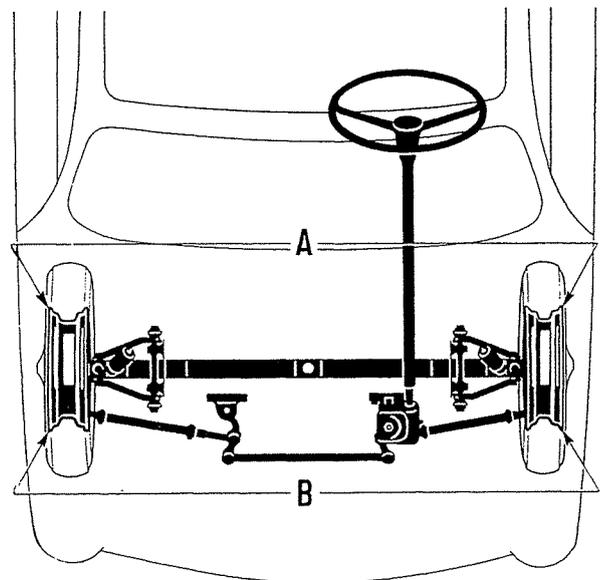

Abb. 284 - Einstellung der Vorspur der Vorderräder (schematische Darstellung).
Spurmass C. 692 so einstellen, dass beide Tastspitzen in gleicher Höhe über Boden wie die Radmittelpunkte stehen; dann werden genannte Spitzen von hinten her in Berührung mit den äusseren Felgenhörnern gebracht (A, Abb. 284) und die Berührungspunkte mit Kreide bezeichnet. Wagen so nach vorne verschieben, dass die Räder eine halbe Umdrehung machen (B), das Spurmass von der Vorderseite ansetzen und eine der Tastspitzen in Berührung mit einer der vorher mit der Kreide bezeichneten Felgenhornstellen bringen. Dann wird am anderen Rad der Abstand zwischen Tastspitze und Felgenhornrand gemessen, der vorchriftsmässig 0 - 2 mm betragen soll.